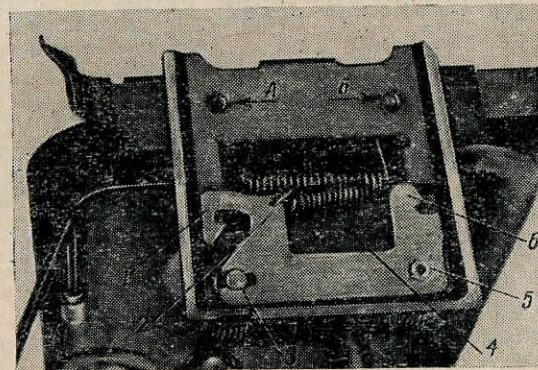

Рис. 17. Устройство фиксатора положения бесконечности
**Фиксатор положения бесконечности.** Складная подушка, на которой крепится стойка объектива, имеет кнопки для ее выдвижения. Одна из этих кнопок соединена с фиксатором положения  $\infty$ . Этот фиксатор находится снизу под колодкой (рис. 17) и имеет пять рабочих
вают новый винт. Этот винт должен быть стальным и иметь высоту 2,5 мм и диаметр 2 мм. Если же винт цел, а стойка объектива не фиксируется и проскакивает, тогда подгибают замок фиксатора 5 так, чтобы он опустился немного ниже и захватывал винт. То же самое может происходить и с замком фиксатора 1. Исправление производят тем же путем. В некоторых случаях нарушение фиксирования стойки объектива происходит из-за неисправности пружины 4 (пружина растянута, обломлены ее концы или она сорвана с упора). Если пружина сорвана с упора, ее устанавливают на свое место, как указано на рис. 17. Если у пружины обломлен какой-либо конец зацепа или она потеряна, ее навивают заново из стальной проволоки диаметром 0,5 мм. Пружина должна иметь не менее 12 витков диаметром в 2,5 мм.
Правка искривлений производится на наковальне медным молотком и плоскогубцами. Если искривление очень большое, то в заклепках А и Б (рис. 17) делаются кернером углубления, которые должны производиться строго по центру заклепок. После этого сверлят места расклепки на глубину 5 мм и отделяют колодку от вилки. В таком положении колодка легко подвергается исправлению на ровной и плоской наковальне. Затем проверяется по салазкам и обрабатывается личным напильником до тех пор, пока движение в салазках будет равномерным и без заедания.